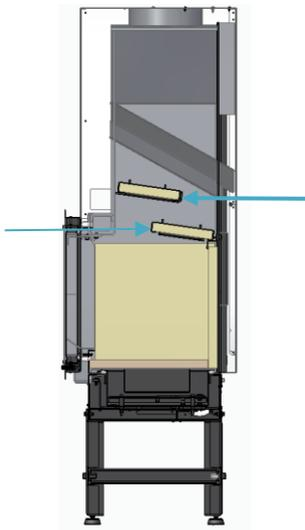

Figura 11
g) Verifique que las placas deflectoras estén en la posición correcta, Figura 11.